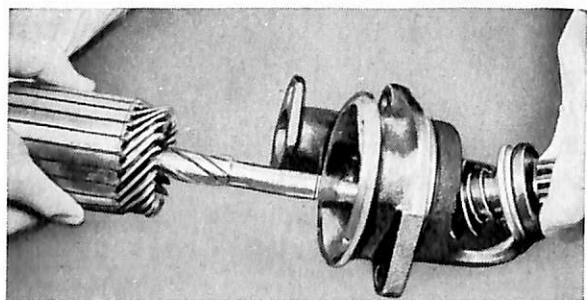

Bild 49. Hopsättning av rotor och drevmekanism.
7. Lyft bort rotorn från lagerskölden och startdrevet och därefter startdrevet från skölden, se bild 49.